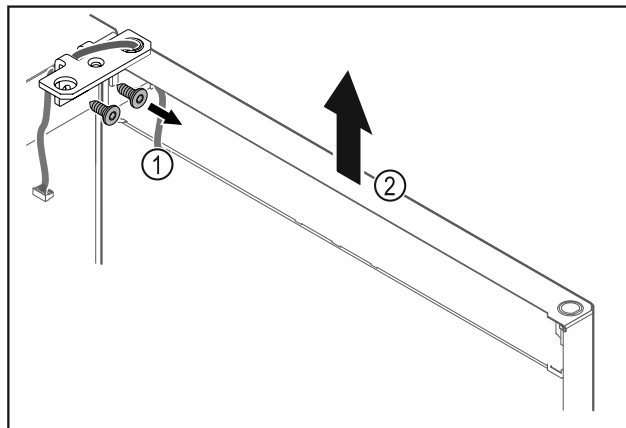

Fig. 19
- ▶ Odvijte kotnik tečaja vrat Fig. 19 (1).
- ▶ Vrata s kotnikom tečaja Fig. 19 (2) dvignite za približno 200 mm naravnost navzgor in jih snemite.